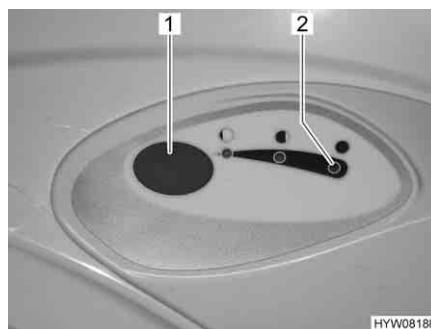

Fig. 114 Pulsante dello sciacquone/spia di controllo toilette Thetford
- Per sciacquare premere il pulsante blu (Fig. 114,1).
La spia di controllo (Fig. 114,2) si accende quando il serbatoio fecale deve essere svuotato.